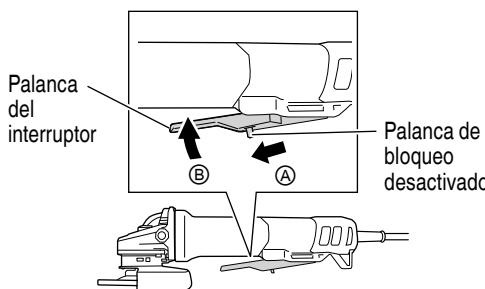

Fig. 3
2. Conecte la alimentación de la amoladora. (Fig. 3)
Para activar, deslice la palanca de desbloqueo en la dirección **(A)** y presione la palanca del interruptor (2 ubicaciones) en la dirección **(B)** como se muestra en la Fig. 3. Suelte la palanca del interruptor para apagar.